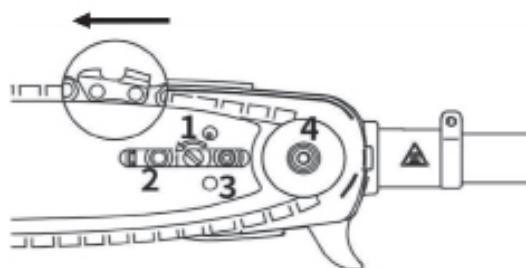
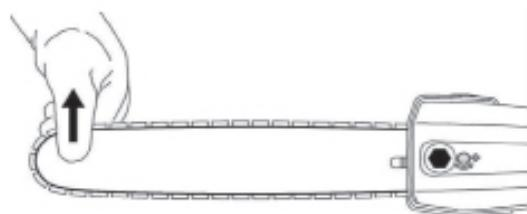
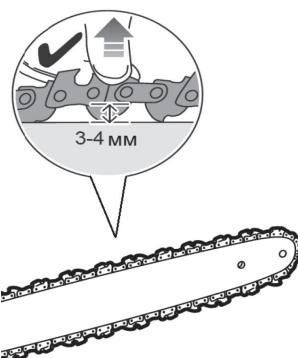

Рис. 9
Рис. 11
Рис. 12
4. Наденьте цепь на ведущую звездочку 4 (рис. 9), затем установите шину. Бегунок механизма натяжения цепи должен попасть в отверстие (3). Для этого отведите бегунок в сторону ведущей звездочки, поворачивая винт натяжения цепи (1) по часовой стрелке.
2. Приподнимите переднюю часть шины вверх (рис. 11) и, удерживая ее, крутите винт натяжения цепи 1 (рис. 9) против часовой стрелки до тех пор, пока цепь не будет плотно прилегать к нижней части шины. Затем возьмите цепь посередине шины с верхней части и приподнимите верх. Цепь должна выходить из направляющего паза шины на 3 -4 мм (рис. 12).